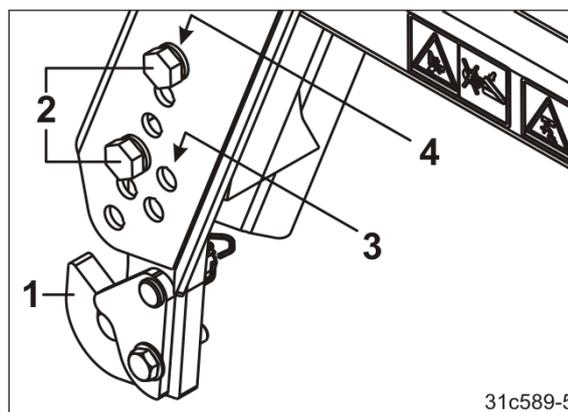

图 93
1. 将每个抓钩（图 93/1）各用两个螺栓（图 93/2）固定到升降框架上。
- 小直径轧辊的孔组（图 93/3）
- 大直径轧辊的孔组（图 93/4）